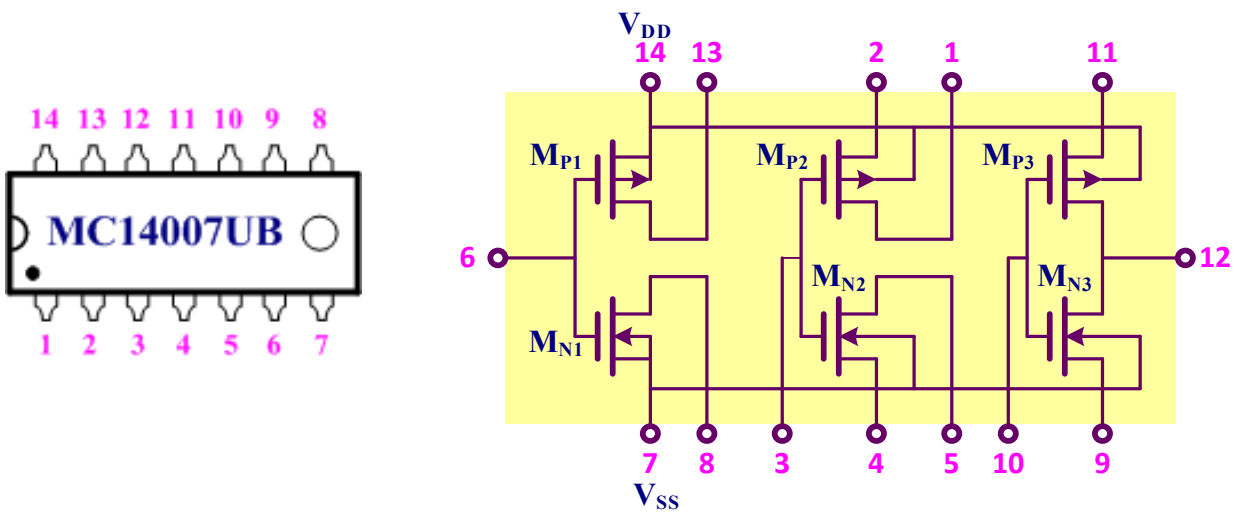

Figura VIII.1. Encapsulado y esquemático del circuito integrado MC14007UB.
El circuito integrado MC14007UB, cuyo esquema y encapsulado se muestran en la figura VIII.1, está constituido por tres transistores PMOS y tres NMOS que pueden ser interconectados para construir diferentes circuitos analógicos y digitales. El objetivo de esta práctica de laboratorio es analizar experimentalmente el funcionamiento de los transistores MOS en corriente continua (DC) y extraer la VTC de un amplificador CMOS.
El MC14007UB, cuyo esquemático se describe en la figura VIII.1, es circuito integrado con un encapsulado de 14 pines constituido por 6 transistores MOS idénticos discretos: 3 PMOS (M_{P1} , M_{P2} , M_{P3}) y 3 NMOS (M_{N1} , M_{N2} , M_{N3}). El acceso a los terminales de los transistores permite construir diferentes circuitos y amplificadores. Para el correcto funcionamiento de los transistores no hay que olvidar la conexión del pin 7 a tensión negativa (V_{SS}) o tierra, y del pin 14 (V_{DD}) a alimentación, que en esta práctica es de 10V.